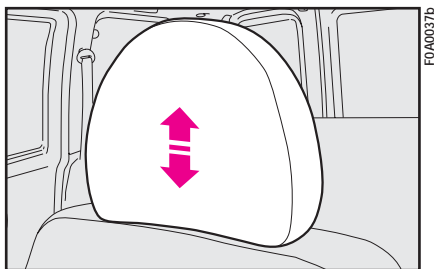

рис. 61
- с регулировкой по высоте (рис. 61)